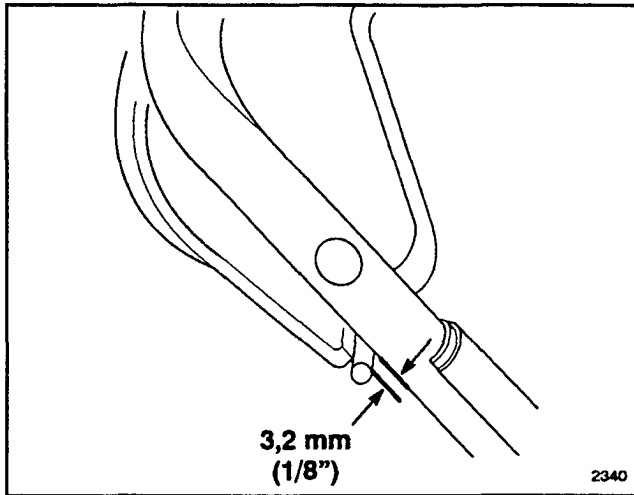

Abbildung 18
- EINSTELLUNG ÜBERPRÜFEN (Abb. 18)—Den Schnittmesser-Kontrollbügel zum Griff bewegen, bis das Spiel aus dem Draht beseitigt ist. Der Abstand zwischen Schnittmesser-Kontrollbügel und Griff muß 1/8" betragen.